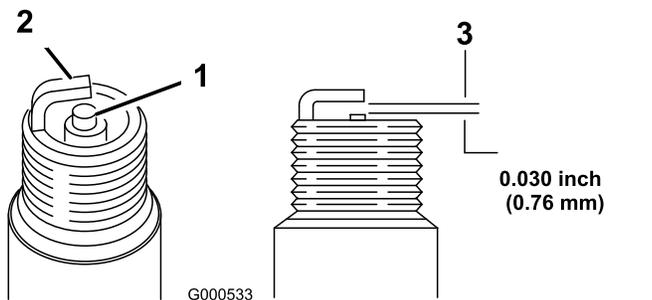

图45
1. 查看火花塞的中心 图45。
2. 检查中心电极与侧电极之间的空隙 图45 如果空隙不正确则弯转侧电极。